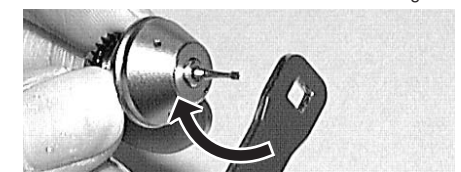

Fig. 22
- 3) Finalmente coloque la tuerca del vástago del rotor sobre la fresa de prueba y apriétela firmemente con una llave mientras sujeta el rotor (Fig. 22).